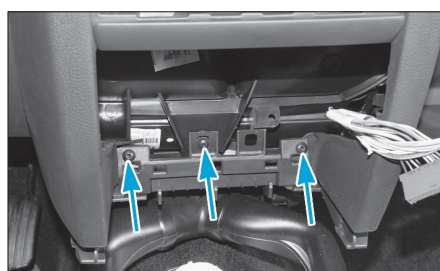

Fig. 40
- Dégrafer le cache inférieur et déposer les 3 vis de fixation (Fig.40).